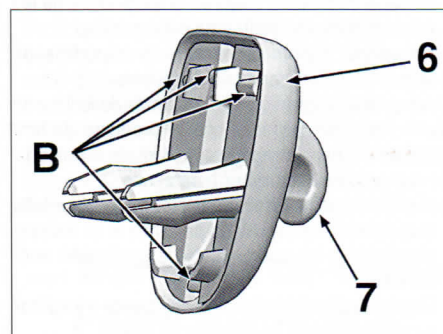

FIG. 47
Desengrapar en B el bloqueo del gancho de sujeción del parasol (6) y desmontar el gancho (7) (en cada lado) (fig. 47).